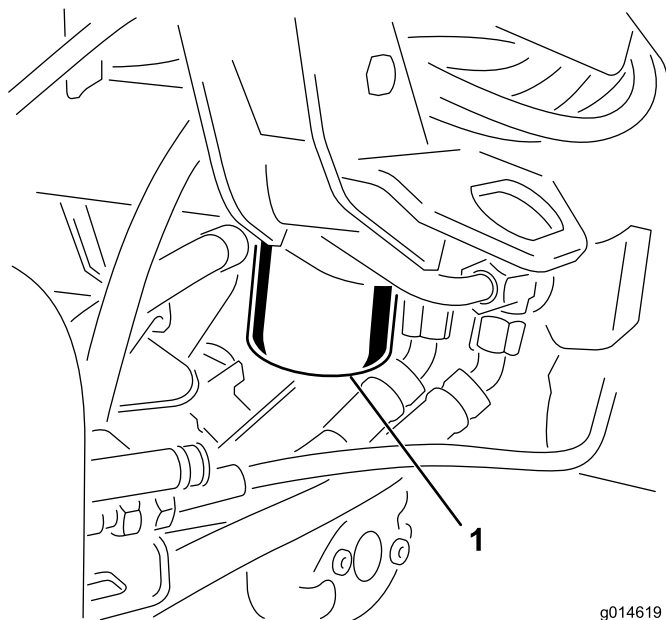

图37
1. 清洁过滤器安装区周围的区域图37。在过滤器下面放置一个放油盘并拆下过滤器。